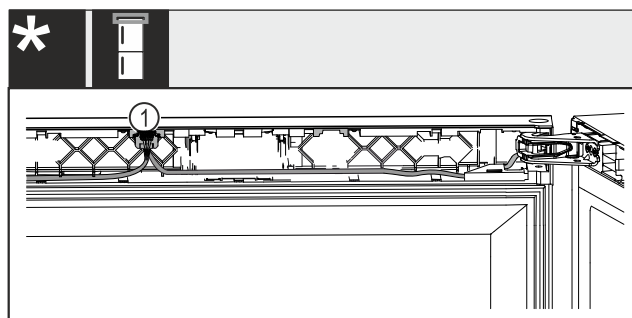

Fig. 64 Wijn-vries-combinaties\*
- ▶ Stekker Fig. 64 (1) in de geleiding vastklikken.\*